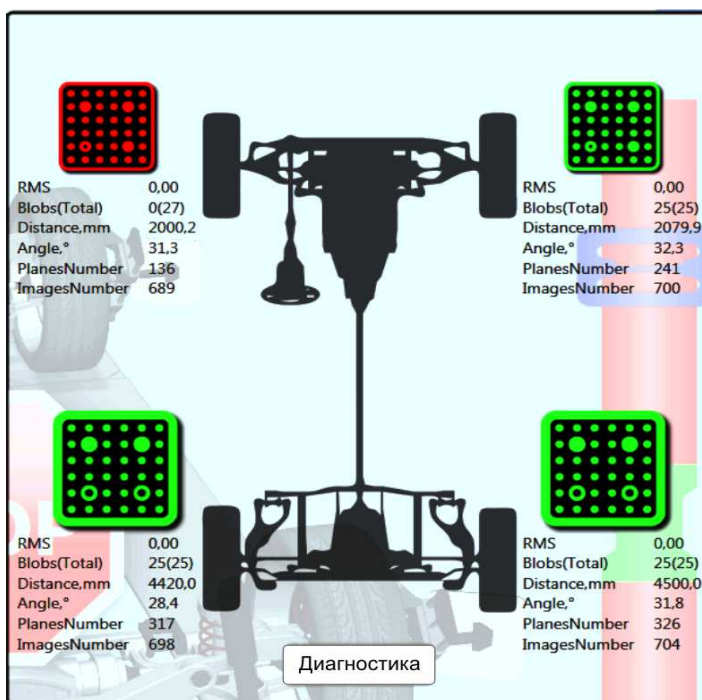

Рисунок 5.3 – Увеличенный индикатор распознавания мишеней
Если мишень не распознана, выполнение измерений останавливается, на экран выводится увеличенное окно индикации распознавания мишеней, рисунок 5.3, до восстановления распознавания мишеней (зависит от настроек, вкладка настроек «Интерфейс», п.6.4).
- зайти в окно «Настройка», выбрать закладку «Диагностика». В изображениях, полученных от камер, мишени должны располагаться в рамках, рисунок 5.3. По изображениям определить причину и устранить ее.